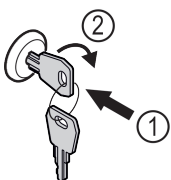

Fig. 58 Przykładowa prezentacja
- ▶ Włożyć kluczyk Fig. 58 (1).
- ▶ Przekręcić kluczyk o 90° w prawo Fig. 58 (2).